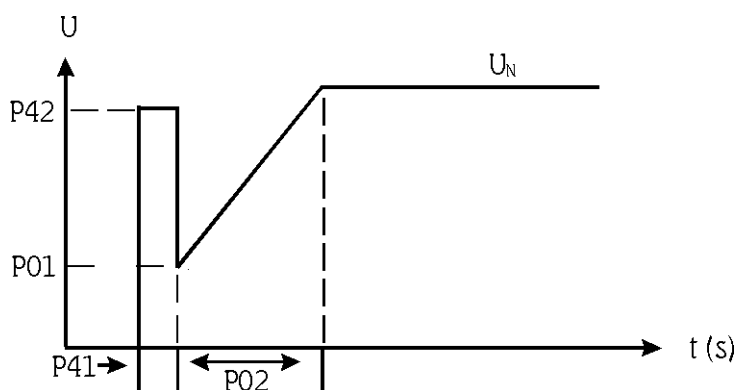

Figura 6.5 - Pulso de tensão na Partida
- Quando habilitado o pulso de tensão na partida define o tempo em que este pulso de tensão (P42) será aplicado ao motor, para que este consiga vencer o processo inercial inicial da carga aplicado ao seu eixo, conforme mostrado na figura 6.5.
- ☑ Determina o nível de tensão aplicada no motor para que este consiga vencer o processo inercial da carga, conforme figura 6.5.